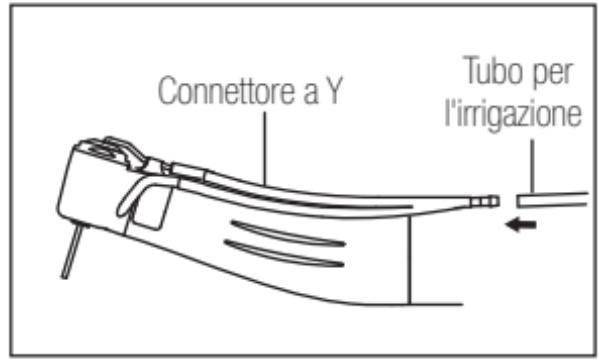

Fig. 5
- 2) Collegare saldamente il tubo per l'irrigazione al connettore a Y. (Fig. 5)